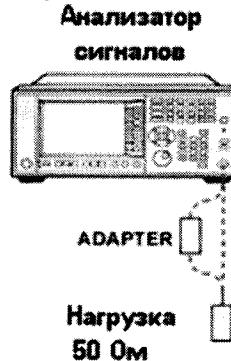

Рисунок 10
7.3.7.1 Средний уровень собственных шумов определить измерением уровня с усреднением показаний отсчетных устройств анализатора при отсутствии сигнала и подключении на вход анализатора согласованной нагрузки с соответствующим диапазоном рабочих частот (Рисунок 10). На анализаторе установить ослабление 0 дБ. Измерения проводить на ПЧ 1 кГц. Средний уровень шума вычисляется как Ашума 1 кГц – 30 дБм